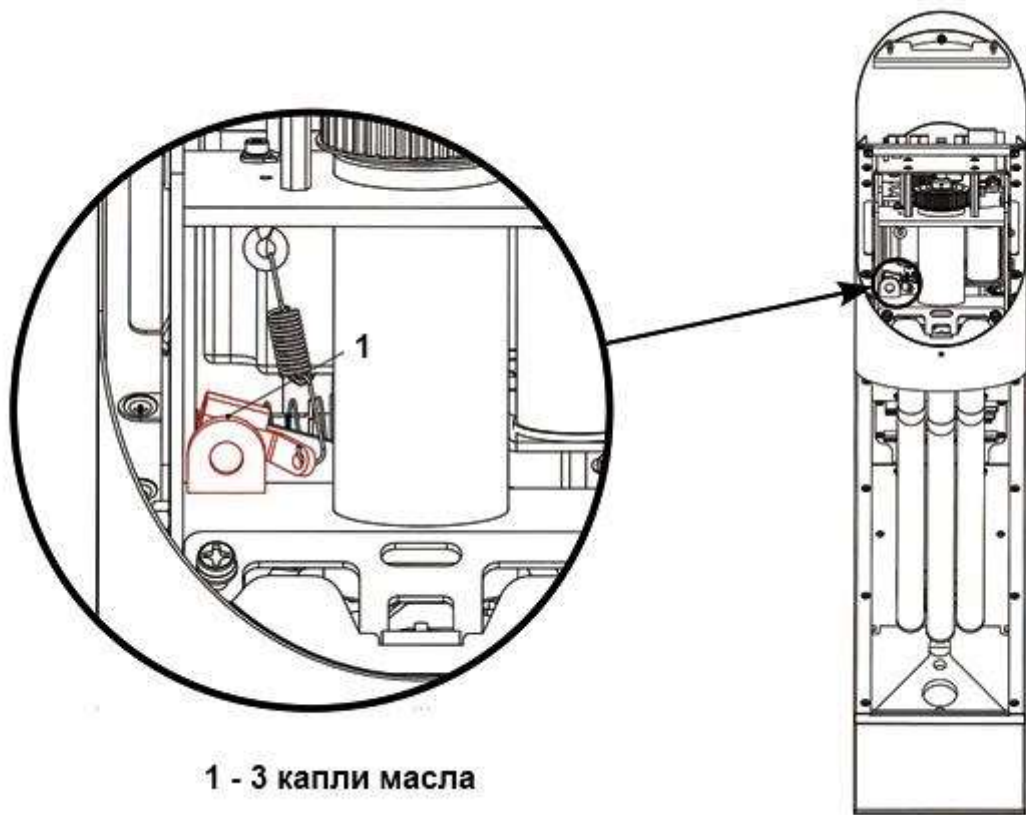

Рисунок 23 – Ось вращения рычага ролика (центральная стойка турникета)
3.7.2 Рисунок 23 – смазать ось вращения рычага ролика.
Элементы этого узла расположены за рычагом ролика (Рисунок 23 – рычаг ролика).